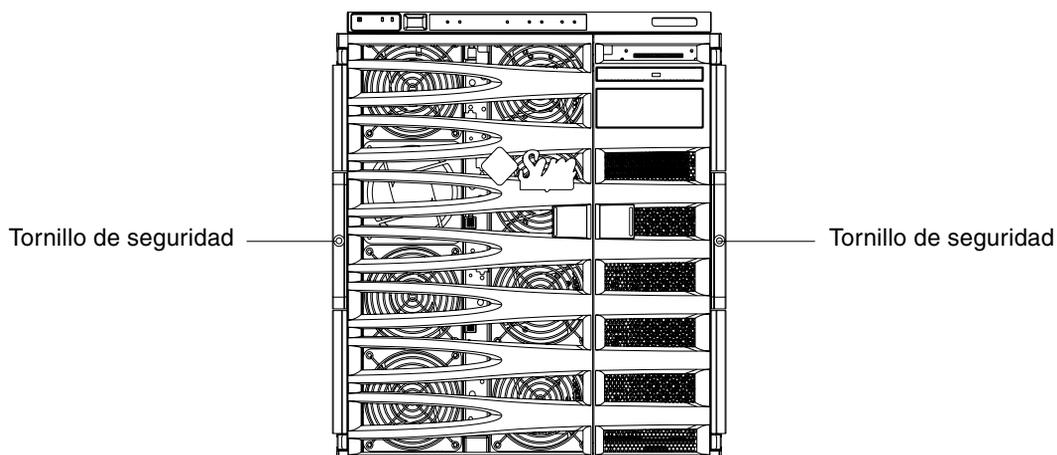

FIGURA 1-14 Ajuste de los tornillos de seguridad
12. Apriete los dos tornillos de seguridad de la parte frontal del servidor para fijarlo al mueble (FIGURA 1-14).